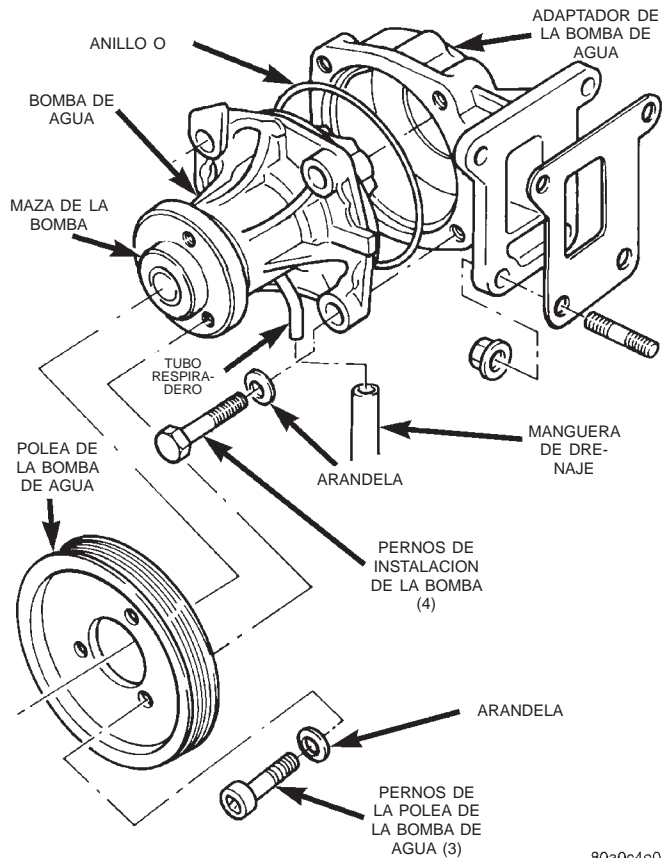

Fig. 30 DESMONTAJE E INSTALACION DE LA BOMBA DE AGUA—CARACTERISTICO
El servicio de la bomba de agua se realiza reemplazando la bomba y su impulsor solamente. El adaptador de la bomba de agua (Fig. 30) no tiene que ser retirado. El impulsor de la bomba de agua está instalado a presión en la parte trasera del conjunto de eje y cojinete de la bomba. El servicio de la bomba de agua se efectúa únicamente como conjunto completo con el impulsor, el alojamiento, la maza y el cojinete.
- (1) Desconecte el cable negativo de la batería.
- (2) Eleve el vehículo en un elevador.
- (3) Drene el sistema de refrigeración. Consulte la sección Drenaje del sistema de refrigeración, en este grupo.
- (4) Baje el vehículo del elevador.
- (5) Afloje **pero no retire** los 3 pernos de la polea de la bomba de agua (Fig. 30).
- (6) Retire la correa de transmisión de accesorios de la polea de la bomba de agua. Para informarse sobre los procedimientos, consulte la sección Desmontaje e instalación de correas en la sección Correa de transmisión de accesorios del motor, en este grupo.
(7) Retire los (2) pernos de retención del soporte de apoyo del conjunto del conducto de refrigerante de la parte delantera de la bomba de agua.
(8) Retire los (3) pernos de la polea de la bomba de agua (Fig. 30).
(9) Retire la polea de la bomba de agua de la misma.
(10) Desconecte la manguera de drenaje del tubo respiradero en la parte inferior de la bomba de agua (Fig. 30).
(11) Retire los (2) pernos de instalación restantes de la bomba de agua (Fig. 30).
(12) Retire la bomba de agua del motor.
(2) Coloque un anillo O de goma nuevo (Fig. 30) entre la bomba y el adaptador. Utilice vaselina para sostener el anillo O en su lugar durante la instalación.
(3) Coloque la bomba en el motor.
(4) Instale los (2) pernos de retención del soporte de apoyo del conjunto de conducto de refrigerante a la parte delantera de la bomba de agua. Apriete los pernos con una torsión de 24 N·m (18 lbs. pie).
(5) Instale los (2) pernos de instalación de la bomba de agua restantes. Apriete los pernos con una torsión de 24 N·m (18 lbs. pie).
(6) Instale la manguera de drenaje al tubo de respiradero en la parte inferior de la bomba.
(7) Coloque la polea de la bomba de agua en la bomba de agua.
(8) Instale los pernos de la polea de la bomba de agua apretándolos con la mano.
(9) Instale la correa de transmisión de accesorios. Para informarse sobre los procedimientos, consulte Desmontaje e instalación de correa en la sección Correa de transmisión de accesorios del motor en este grupo.
(10) Apriete los pernos de la polea de la bomba de agua con una torsión de 24 N·m (18 lbs. pie).
(11) Llene de refrigerante el sistema de refrigeración y compruebe si hay fugas. Consulte Rellenado del sistema de refrigeración en este grupo.
(12) Conecte el cable negativo de la batería.